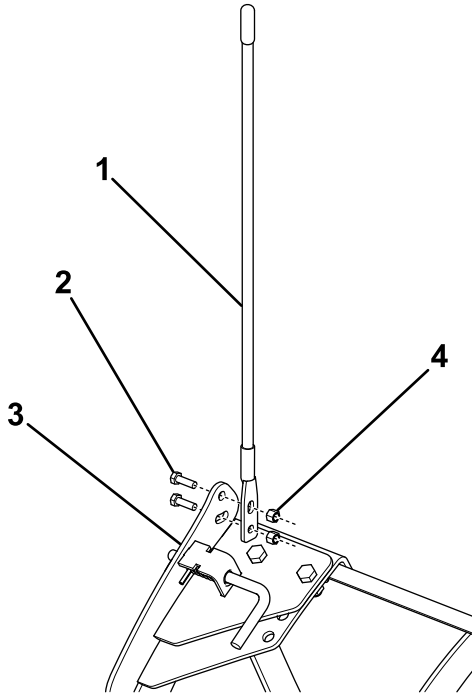

Figure 17
- Fixez le guide-lame déposé précédemment sur le support de ressort (Figure 17), et serrez les boulons à 19 N·m (14 pi-lb).